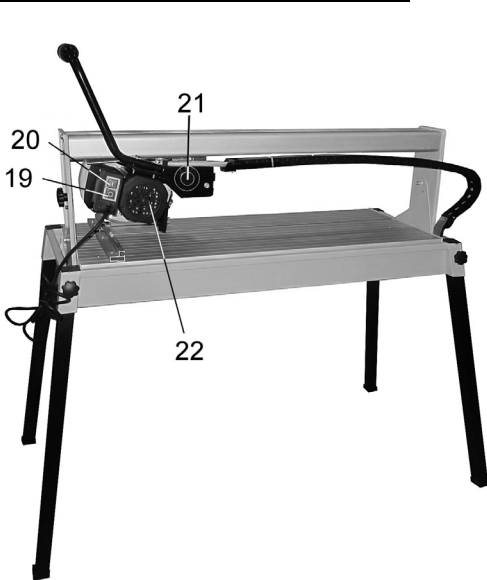

Рис. 4
9.2.5. Как показано на рис. 4, установите и двумя болтами закрепите ручку плиткореза (8).